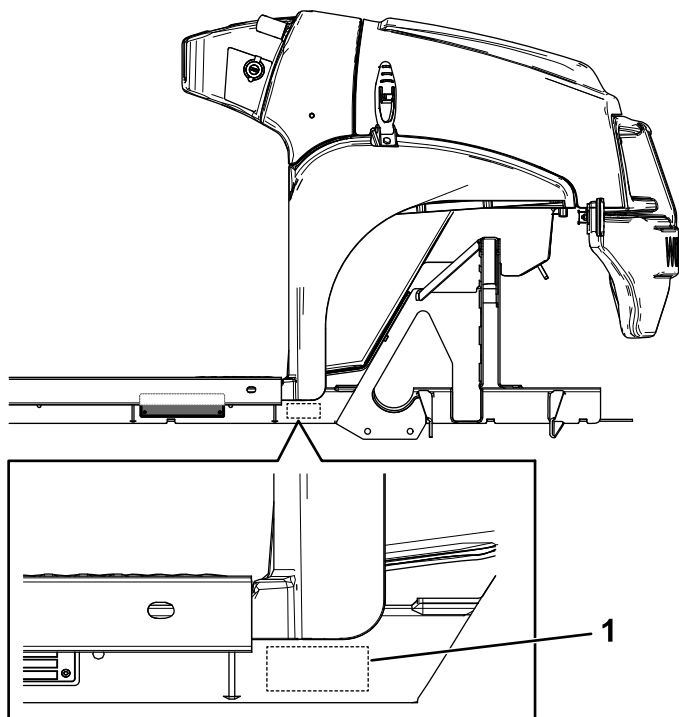

Рисунок 7
2. Выштампуйте заводской номер на машине в месте, показанном на Рисунок 7.